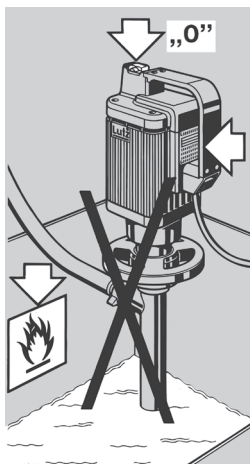

Fig. 2
3.2 Elektrische aansluiting (zie fig. 2)